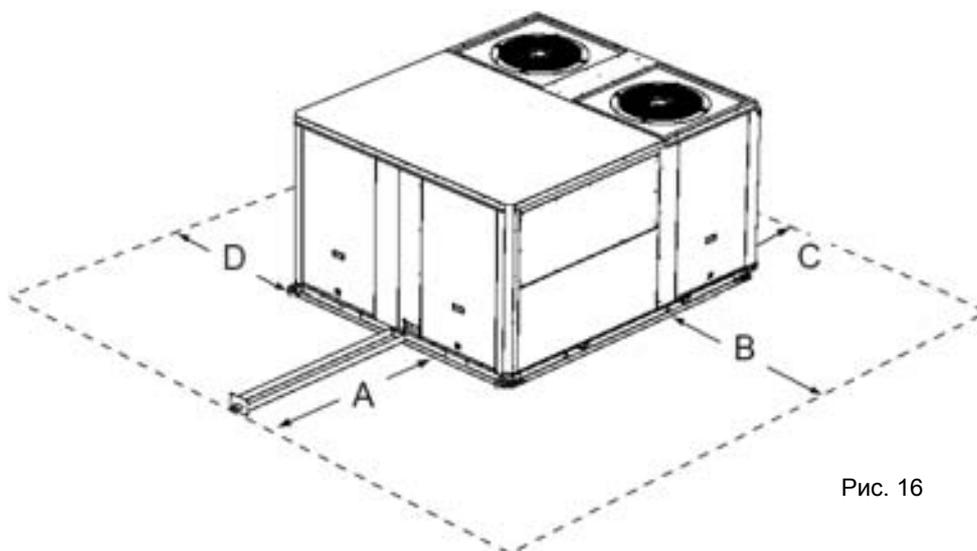

Рис. 16
- Измерить раму диагонально от угла к углу как показано на рис. 16. Эти размеры должны совпадать для соблюдения прямоугольности рамы.